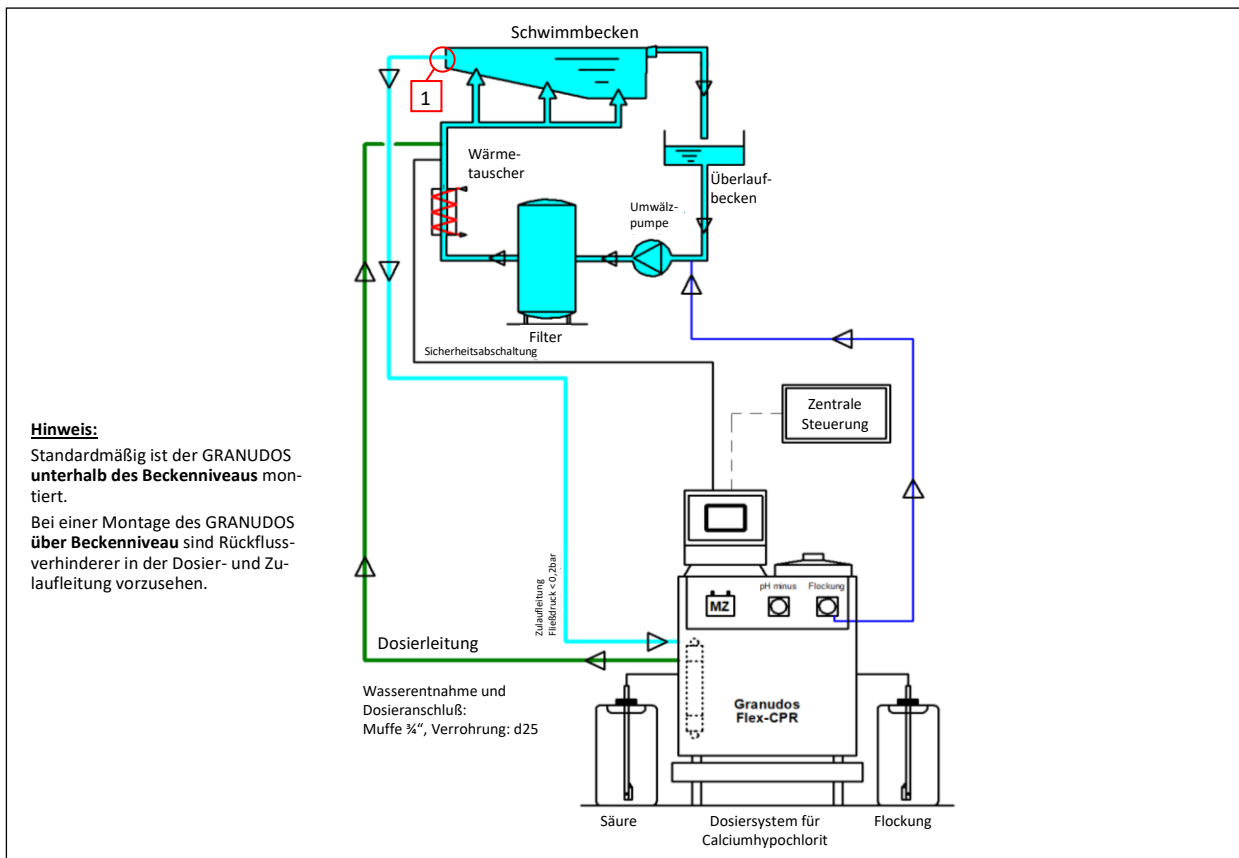

Abbildung 20: Fließbild GRANUDOS Flex-CPR Touch XL ohne Puffertank
- In die Dosierleitung zur Reinwasserverrohrung ein federbelastetes Rückschlagventil einbauen um ein Leerlaufen der Spülwanne beim Abschalten zu vermeiden. (siehe Hinweis im Fließbild, *Abbildung 20* – entsprechende Rückschlagventile stehen zur Verfügung)